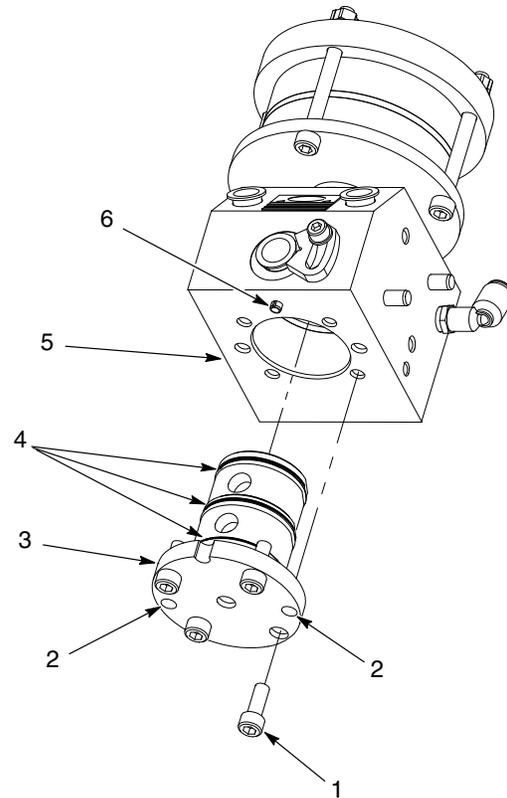

Abb. 7 Dichtpackung des CP II Reglers ersetzen
1. Siehe Abb. 7. Die Schrauben (1) abnehmen, welche die Dichtpackung (3) des CP II Reglers am Gehäuse (5) halten.
2. Zwei Schrauben (1) in den Abziehbohrungen (2) installieren. Die Schrauben anziehen, um die Dichtpackung des CP II Reglers vom Gehäuse (5) abzunehmen.
3. Das Innere des Gehäuses (5) mit einem geeigneten Lösemittel reinigen oder mit einem Tuch sauber auswischen.
4. Die O-Ringe (4) an der neuen Dichtpackung (3) des CP II Reglers mit O-Ring-Gleitmittel einfetten.
5. Sicherstellen, dass die Nut in der Basis der Dichtpackung (3) des CP II Reglers mit dem Pasmstift (6) im Gehäuse (5) ausgerichtet ist. Die Dichtpackung (3) des CP II Reglers mit den Schrauben (1) am Gehäuse befestigen. Die Schrauben festziehen. Anzugsmoment: 90 in.-lb (10 N•m).